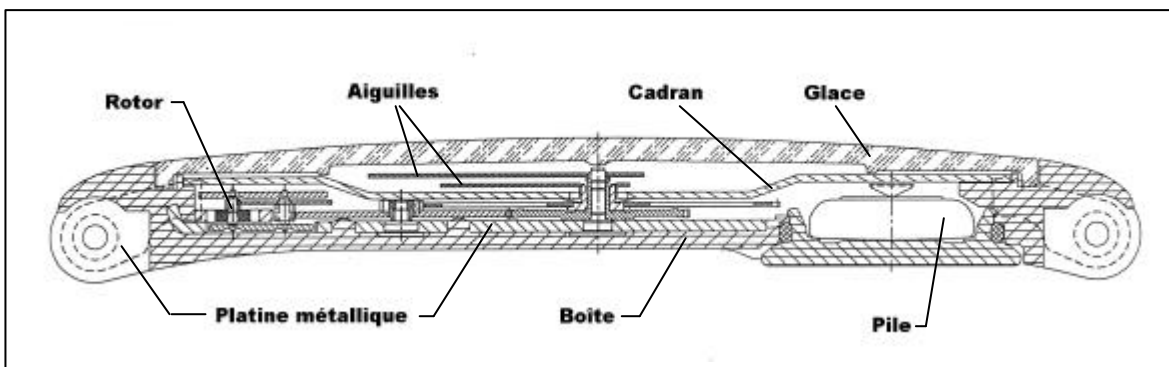

Figure 8 La coupe de la SKIN, après 5 années de régime aminçissant
Elle démarre en octobre 1992. Le projet est désigné par le No de Réf. 599, numéro qui possède un étrange air de famille avec le 999 du projet Délirium et 500 de la Swatch. L'avenir nous montra qu'il n'y avait pas que les numéros qui allaient se ressembler. Menées par le constructeur, les études et les analyses de procédés se succèdent. Douze mois plus tard, basé sur les principes statiques utilisés dans la construction des ponts et des bâtiments, le concept de construction définitif de la Swatch SKIN est prêt. Tout comme ses ancêtres, le fond de la montre fait office de boîte et en même temps de platine de base. C'est ce que l'on appelle le principe de «construction intégrée». Les éléments principaux tels que la source d'énergie, le module électronique, le module moteur et le mécanisme de mise heure sont quant à eux placés à l'extérieur des aiguilles, sous un cadran embouti (voir Fig. 8). Le développement de détail commence.
4.1 La rigidité du produit. Une des difficulté majeure était de garantir la rigidité du produit terminé malgré ses faibles épaisseurs de matière à disposition. Les exigences fixées en matière de traction, flexion et torsion de la boîte nous conduisirent à combiner une structure métallique multi-fonctionnelle et de la matière synthétique. Cette structure métallique - appelée platine - tient lieu non seulement d'ossature à la boîte mais sert également d'ancrage approprié à la matière synthétique surmoulée, à rigidifier les cornes des attaches bracelets ainsi que de référence pour les opérations d'assemblage automatisées (voir Fig. 8)
Dans ces deux produits, les pierres d'achoppement furent : le choix de la matière synthétique transparente de la boîte et la construction du centre de la montre. Construction rendue difficile par le fait que le cadran métallique embouti (voir Fig. 8) faisant office de structure porteuse est supprimé et remplacé par un cadran transparent de format réduit.